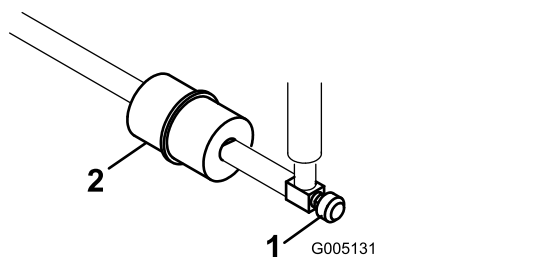

Figura 31
O filtro encontra-se na linha de combustível entre o depósito de combustível e o carburador (Figura 31).
1. Feche a válvula de corte do combustível (Figura 31).
2. Coloque um recipiente de escoamento debaixo do filtro, desaperte a braçadeira de tubos que se encontra no lado do carburador e retire a tubagem de combustível do filtro (Figura 31).
3. Desaperte a braçadeira de tubos e retire o filtro (Figura 31).